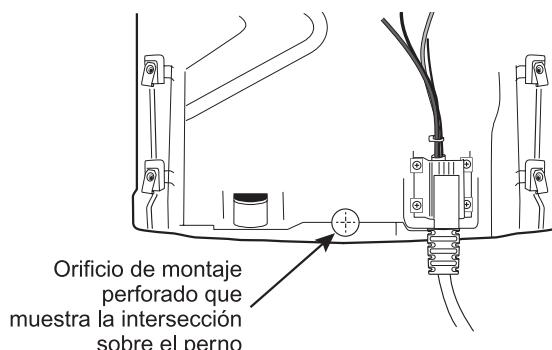

Figura 5
6. Trace una línea vertical que cruce la línea horizontal en el centro del entramado. La intersección de estas dos líneas representará la ubicación del orificio de montaje inferior de la estación de carga (Figura 5).